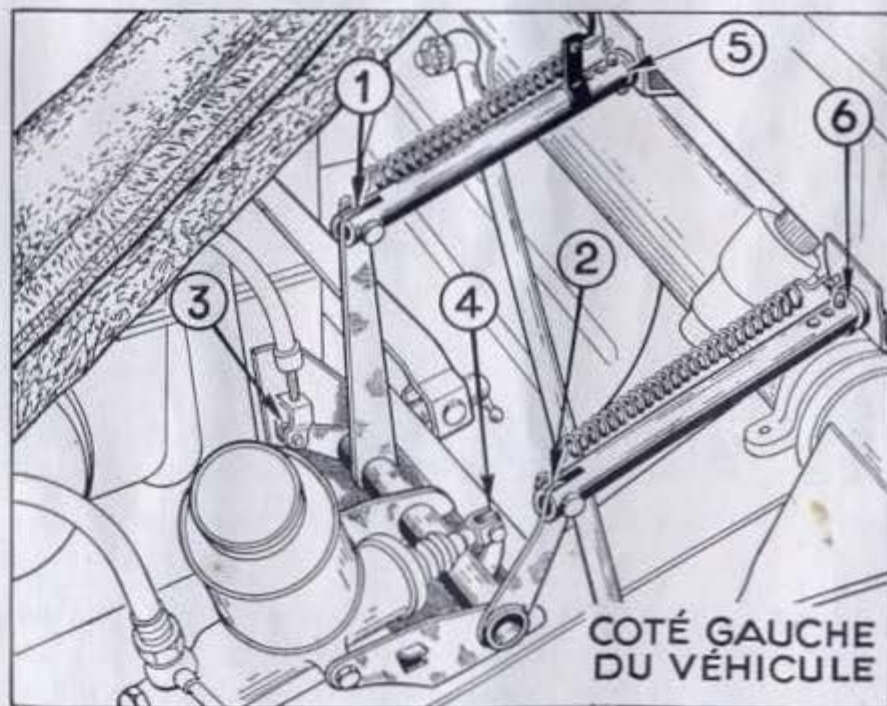

Fig. 19. — GRAISSAGE DES ARTICULATIONS (côté gauche du véhicule)
Graissez aussi les articulations (1) : Un peu d'huile moteur en 1, 2, 3, 4 et sur la partie coulissante des tiges de pédales en 5 et 6 (fig. 19).
(1) Ne graissez jamais la bague d'articulation située en haut du levier de changement de vitesse sous le capot ni les bagues de coulissement de la tige de commande.